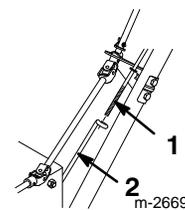

Abbildung 3
3. Den linken Griff an seine Position bringen und die Radantriebsstange durch die Öse in der unteren Radantriebsstange stecken (Abb. 3).